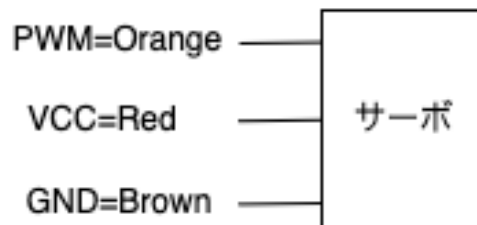

図 1：サーボモータの回路図
- ① サーボモータの回路を組む。サーボモータの回路図を図 1 に示す。